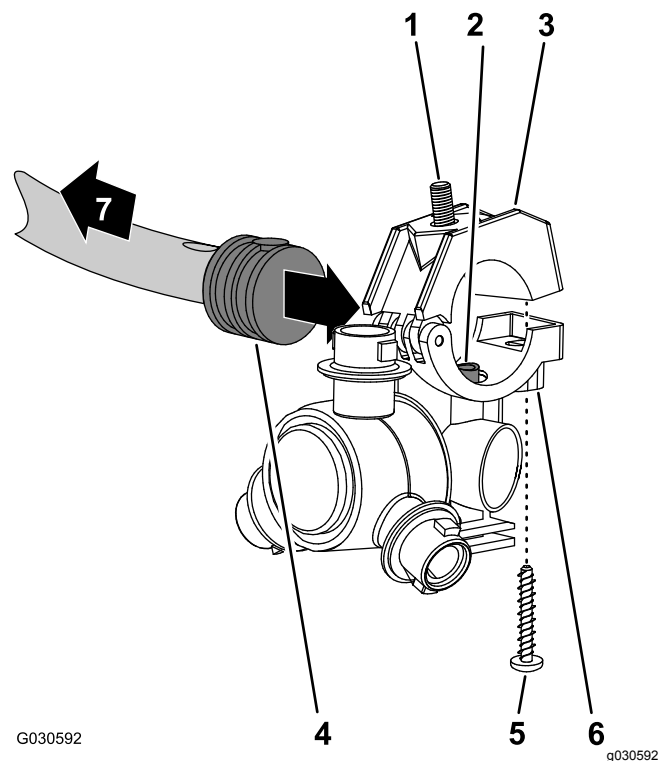

Figura 143
1. Alinhe o tubo de transferência na sela de um bico do pulverizador (Figura 143) com o orifício na lateral da haste do tubo roscado simples (13 mm).
2. Feche a metade do grampo superior em torno da haste do tubo roscado e prenda a metade do grampo e o corpo do bico do pulverizador (Figura 143) com o parafuso de aço inoxidável (N.º 12 x 1-1/4 pol.); aperte o parafuso de aço inoxidável com 14 a 18 N·m.